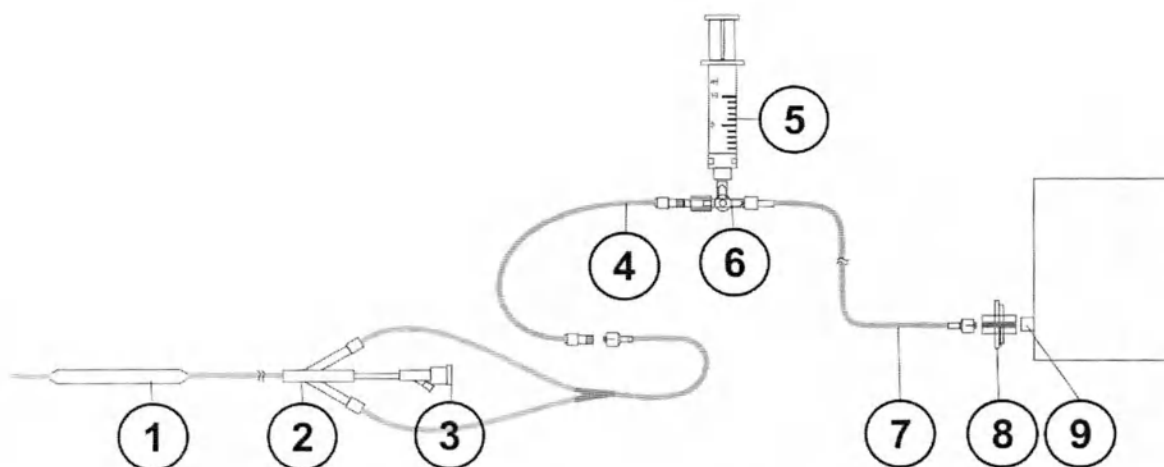

Рисунок 8.8 – Подключение пищевого катетера
- Смажьте направляющий провод и вставьте его в порт катетера (рисунок 8.8, поз. 3).
- Установите на штуцер «Res» бактериально-вирусный фильтр с разъемом luer и соедините его с пищеводным катетером с помощью удлинительной линии с трехходовым краном и линии измерения давления (см. рисунок 8.8).